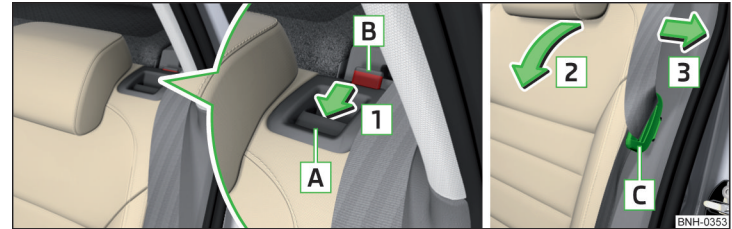

Abb. 59 Sitzlehne vorklappen / Sicherheitsgurt zur Seitenverkleidung ziehen und die Bereitschaftsstellung des Sicherheitsgurts
- › Die Schloszlunge **C** des Sicherheitsgurts in die Öffnung in der Seitenverkleidung stecken - Bereitschaftsstellung » Abb. 59.
- › Die Schloszlungen **C** der äußeren Sicherheitsgurte in die Öffnungen in der Seitenverkleidung stecken - Bereitschaftsstellung » Abb. 59.
- › Den hinteren äußeren Sicherheitsgurt zur Seitenverkleidung in Pfeilrichtung **3** ziehen » Abb. 59.
- Die Schlosszungen **C** der äußeren Sicherheitsgurte in die Öffnungen in der Seitenverkleidung stecken - Bereitschaftsstellung » **Abb. 59**.